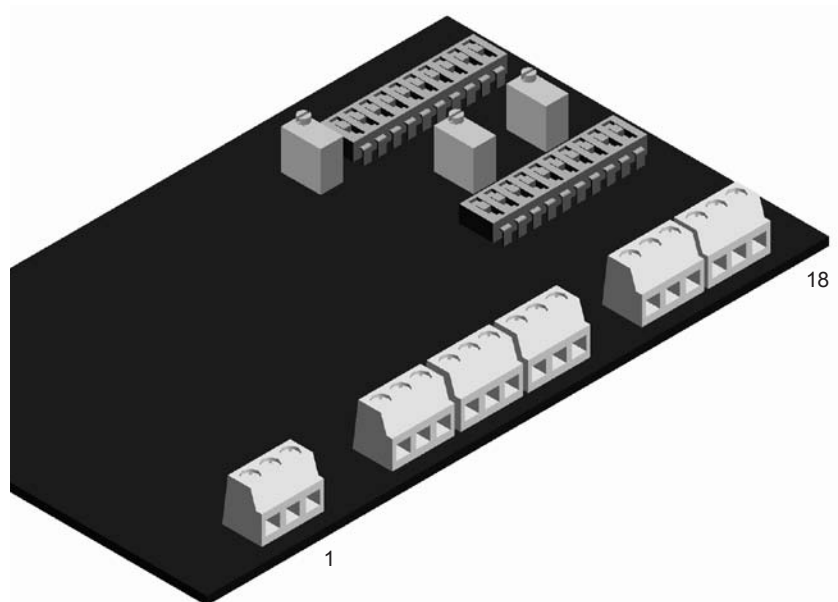

Abb. 5-11 : Anschlussklemmen
- Je nachdem, ob ein Spannungs- oder Stromausgangssignal benötigt wird, Voltmeter zwischen den Klemmen 6 und 7 oder Amperemeter zwischen den Klemmen 7 und 8 schalten (siehe Abbildung 5-11 zur Ortung der Klemmen).